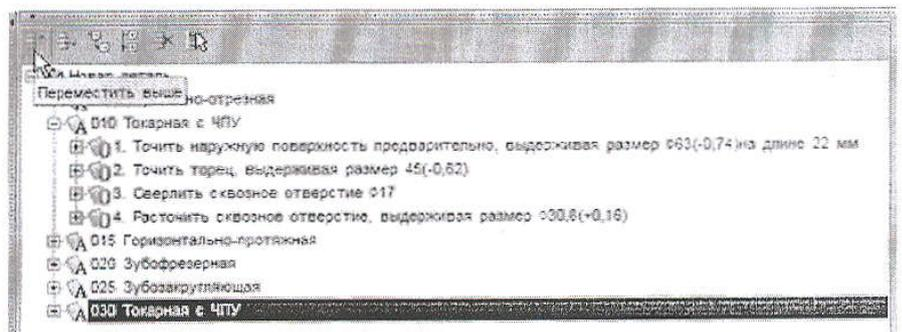
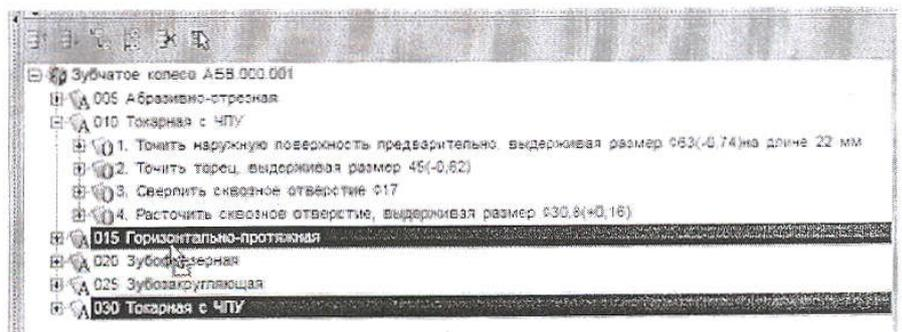

Рисунок 27
Рисунок 28
15. Переместите операцию *030 Токарная* так, чтобы она располагалась сразу за операцией *010*. Для этого установите курсор на операции *030 Токарная с ЧПУ* и, последовательно нажимая на кнопку **Переместить выше** (рис. 27), переместите операцию *030* на новое место. Или, установив курсор на операции *030 Токарная с ЧПУ*, нажмите левую кнопку мыши и, не отпуская её, перетащите курсор на операцию *015 Горизонтально-протяжная* (рис. 28), после чего отпустите кнопку.